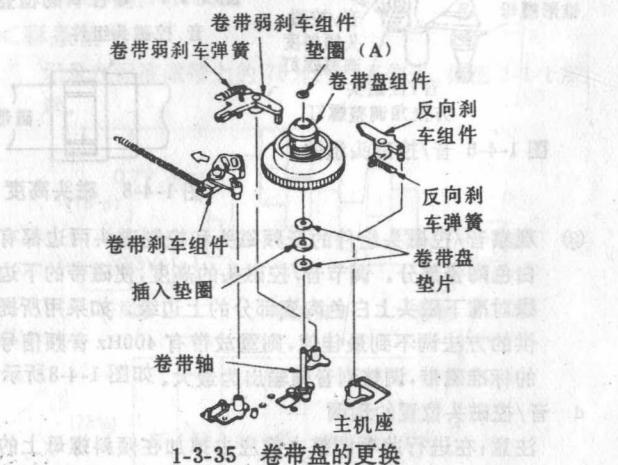

图 1-3-35 卷带盘的更换
- ① 从反向刹车组件上拆下反向刹车弹簧。
- ② 从主机座上拆下反向刹车组件。
- ③ 从卷带弱刹车组件上拆下卷带弱刹车弹簧。
- ④ 从主机座上拆下卷带弱刹车。
- ⑤ 拆下垫圈(A),沿图 1-3-35 箭头所示方向移开卷带刹车组件,然后取下卷带盘。小心不要去触摸卷带刹车组件的衬垫面。
- ⑥ 在卷带轴承面上加油。卷带盘的垫片和插入垫圈可能粘在卷带盘上,将它取下来,小心不要丢失。
- ⑦ 用清洗工具清洗卷带轴,在清洗剂挥发掉之后加 1~2 滴润滑油(用加油工具)。
- ⑧ 更换新的卷带盘。
- ⑨ 在安装新的卷带盘时,用镊子沿图 1-3-35 中箭头所示方向推开卷带刹车组件。
- ⑩ 当把卷带盘放置在机座上的卷带轴上时,应先将卷带盘垫片和插入垫圈放在圈带轴上。